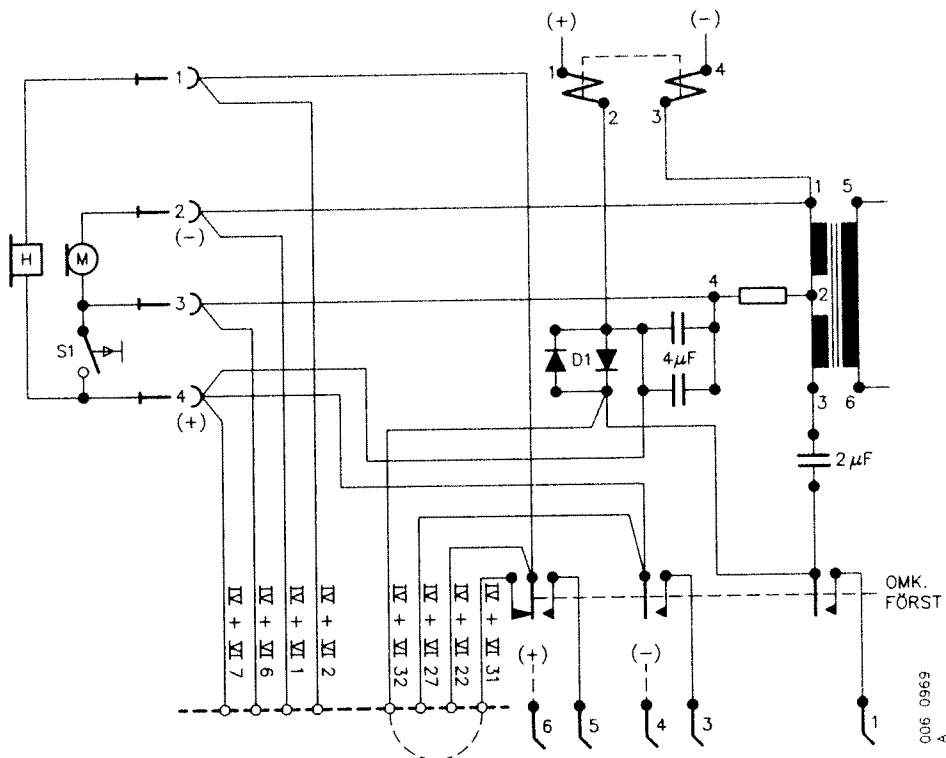

Bild 35. Troligt koppling av växeln före modifiering
- Bild 35 redovisar ett troligt kopplingsalternativ av växeln. Vänster och höger sida är kopplade på exakt samma sätt. Ändra en sida i taget.
- Kontrollera om växeln's dragning av förbindningarna stämmer med kopplingsalternativet enligt bild 35.
- Stämmer inte kopplingsalternativet enligt bild 35, dokumentera förbindningsdragningen av växeln. Ändra sedan på lämpligaste sätt förbindningsdragningen så att (+) plusmatning erhålls på jackens stift 3 (se bild 2) samt att taltransformatorns mittuttag stiftet 4 ansluts till jackens stift 4.